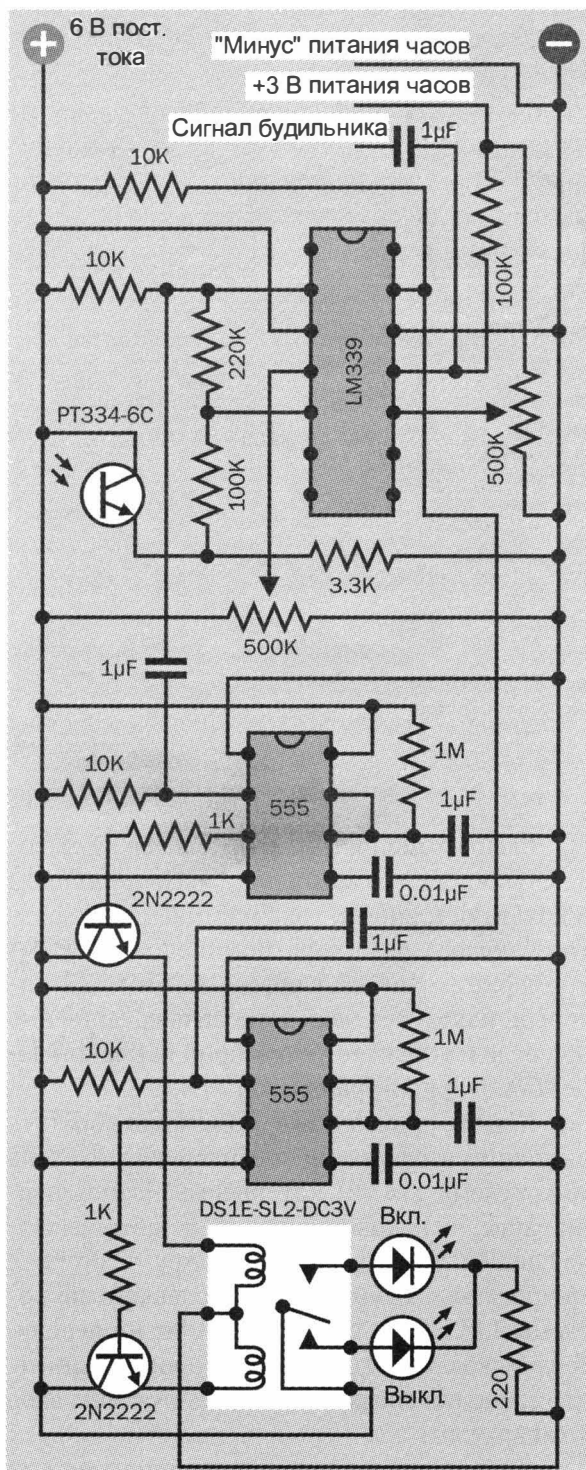

Рис. 7.12. Полная принципиальная схема хронофотонного устройства управления светильником
Посмотрите на принципиальную схему нашего устройства (рис. 7.12) и ее сборку на макетной плате (рис. 7.13). Три белые метки вверху схемы указывают на провода для подключения схемы к «плюсу» и «минусу» источника питания часов и к низкому контакту зуммера. Сигнал будильника передается через конденсатор связи на неинвертирующий вход компаратора Б (которым является вывод 11 микросхемы LM339). Напряжение этого сигнала будет равно 3 вольт постоянного тока или ниже, и оно активирует компаратор.
2. Подсоедините вывод положительного полюса отсека для батареек часов к одной из сторон подстроечного потенциометра, который будет предоставлять опорное напряжение для компаратора Б. Подсоедините другую сторону подстроечного потенциометра к отрицательной шине макетной платы. Подсоедините вывод скользящего контакта подстроечного потенциометра к выводу 10 микросхемы компаратора LM339 — инвертирующему входу, на который будет подаваться опорное напряжение. Установите подстроечный потенциометр посередине его диапазона. Эти подсоединения показаны на правой стороне схемы (см. рис. 7.12).
на макетную плату стабилизатор напряжения на 3,3 вольта, как показано на рис. 7.17. Напряжение 3,3 вольта приемлемо для часов, поскольку свежие батарейки выдают почти такое же напряжение. Питание от стабилизатора будет подаваться на провода, помеченные на схеме (см. рис. 7.12) как **«Минус» питания часов и +3 В питания часов**. Провода, идущие к часам, останутся на месте, так как по ним питание будет подаваться на часы, а не браться из них.